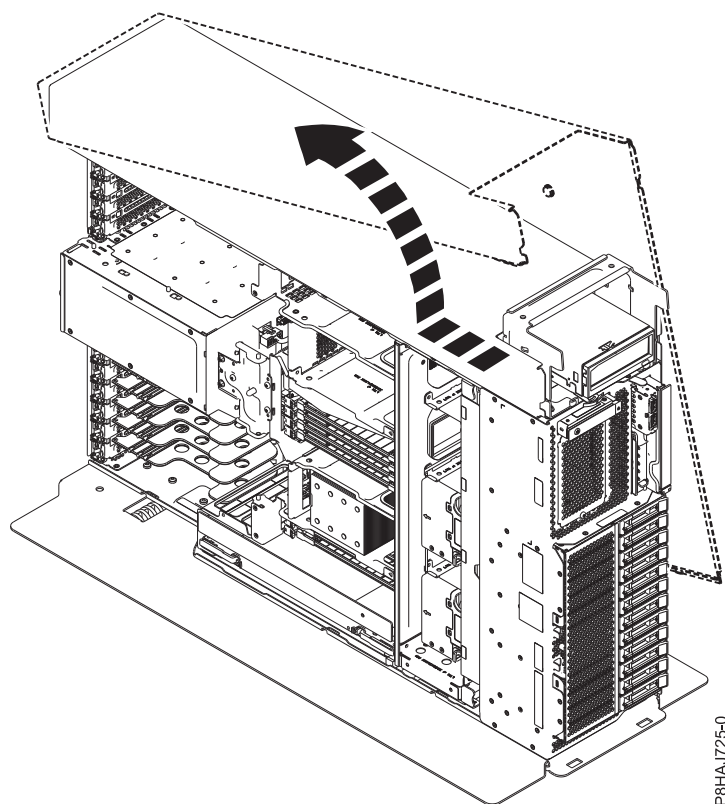

Figura 61. Remover a tampa lateral do 8286-41A
5. Deslize a tampa lateral do sistema na direcção que é apresentada na Figura 61.